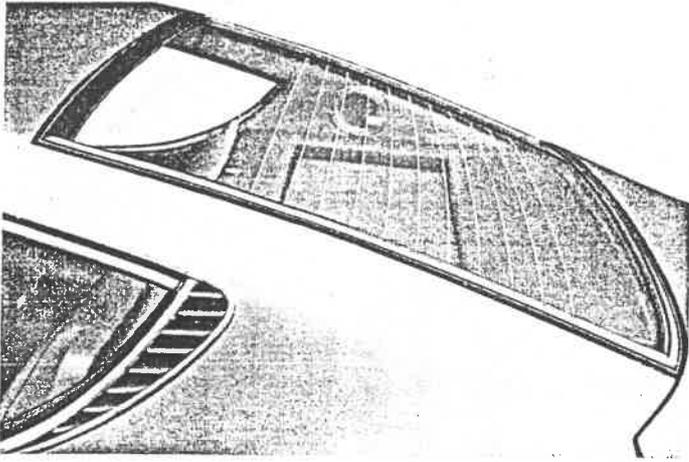

Abb. 142. - Detail der elektrischen Heizwiderstände, die das Rückwandfenster beschlagfrei halten.
- Elektrische Heizwiderstände zur Entfrostung des Rückwandfensters (s. Abb. 142).